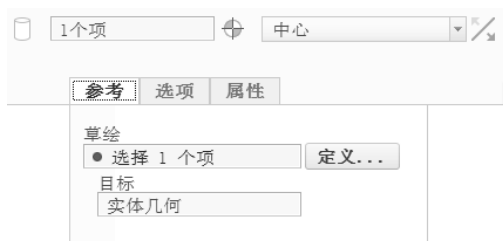

图 5-197 “参考”面板
- “参考”面板：该面板如图 5-197 所示。利用该面板，可以创建或选择要包络的草绘，指定包络的目标，中断特征和草绘之间的相关性，还可以编辑内部草绘。